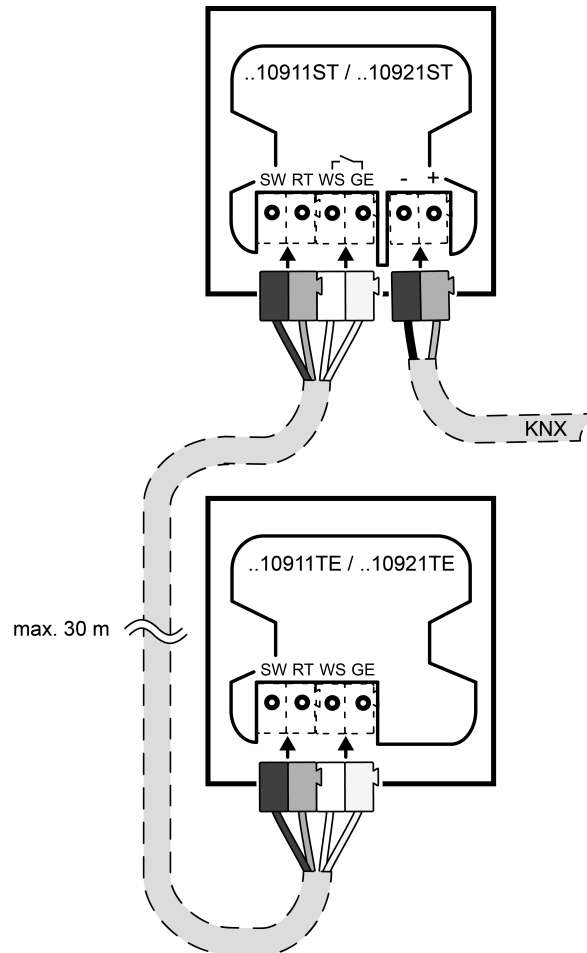

Bild 4: Taster Erweiterung anschließen
- Optional: Taster Erweiterung (siehe Zubehör) an Verbindungsklemme anschließen (Bild 4).
**Taster Erweiterung anschließen (Bild 4)**